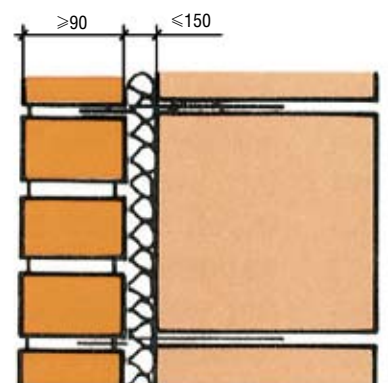

Рис. 3
- двухслойную облицовочную кладку с промежуточным слоем теплоизоляции (рис. 3).